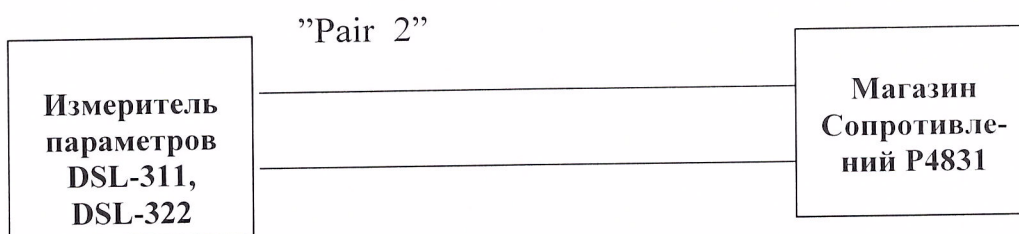

Рис.8.5.
8.3.3.3. Соберите схему согласно рис.8.5.